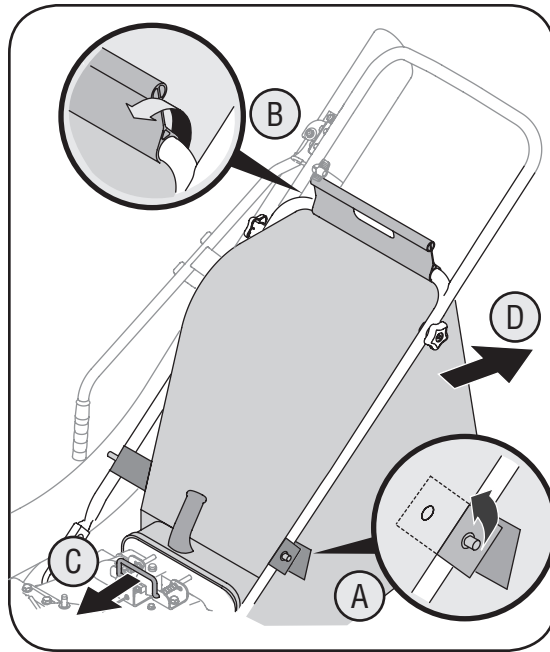

Figura 4-3
- Suelte el broche de la bolsa a presión de la parte superior de la manija inferior. Vea la figura 4-3.